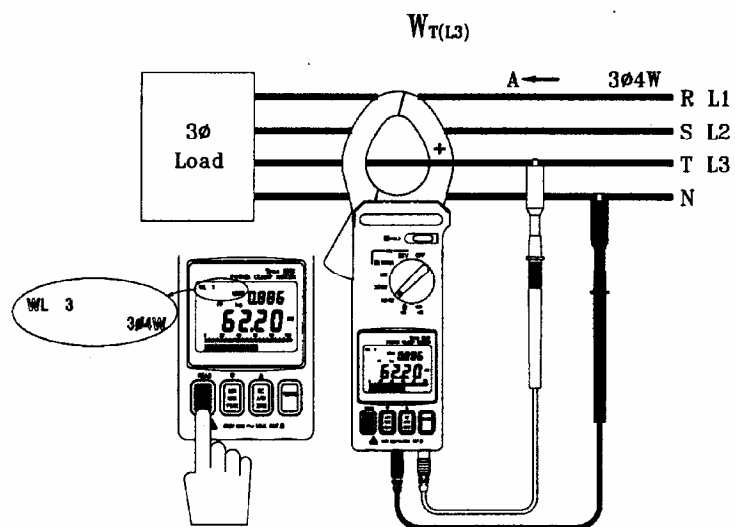

Рис. 9
3. Измерение мощности и коэффициента мощности на третьем проводнике $W_{T(L3)}/PF_{T(L3)}$ (см. рис. 9)